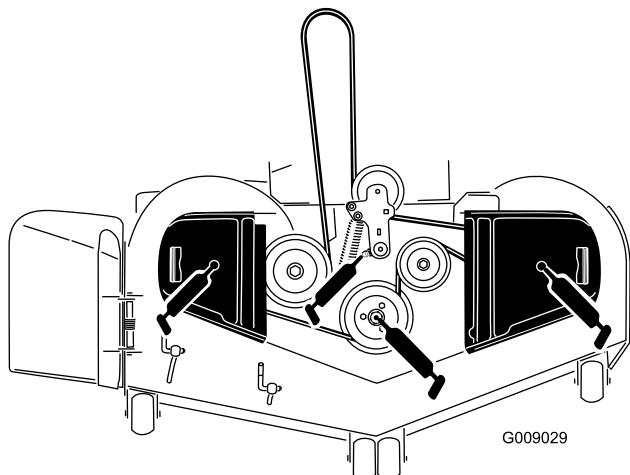

Figure 43
3. Graissez le pivot de la poulie de tension du plateau de coupe jusqu'à ce que la graisse ressorte par le bas (Figure 43).
4. Lubrifiez les roulements des 3 axes jusqu'à ce que la graisse ressorte par les joints inférieurs (Figure 43).